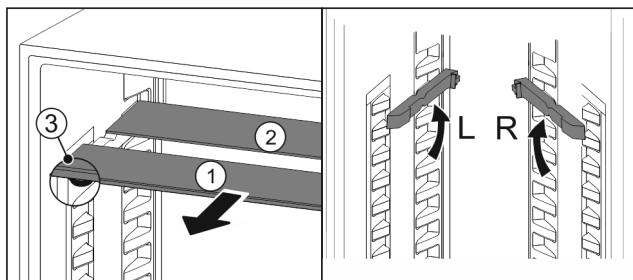

Fig. 120
- Sortir les tablettes par l'avant Fig. 120 (1).
- La tablette en verre Fig. 120 (1) avec bordure décorative est située à l'avant.
- Les butées Fig. 120 (3) sont orientées vers le bas.